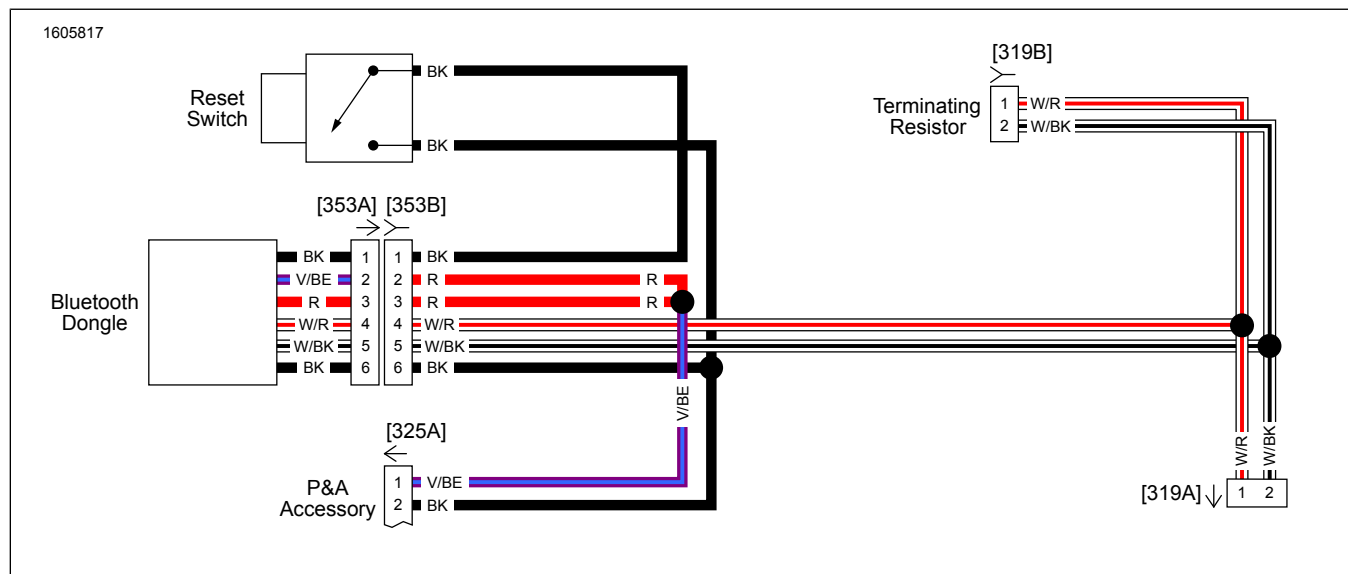

Figure 16. Faisceau de dongle Bluetooth (2017 et ultérieurs) (typique)
1. Voir la figure 16. Installer et acheminer le faisceau de dongle Bluetooth.
Si Numéro d'identification personnel (PIN) est oublié ou verrouillé et doit être réinitialisé, appuyer pendant 3 secondes sur « Pair Switch or Reset Switch » (Commutateur de jumelage ou Commutateur de réinitialisation) (voir Figure 16 , élément 3) pour réinitialiser le PIN. Se reconnecter au Dongle Bluetooth dans l'application audio H-D pour définir un nouveau PIN.